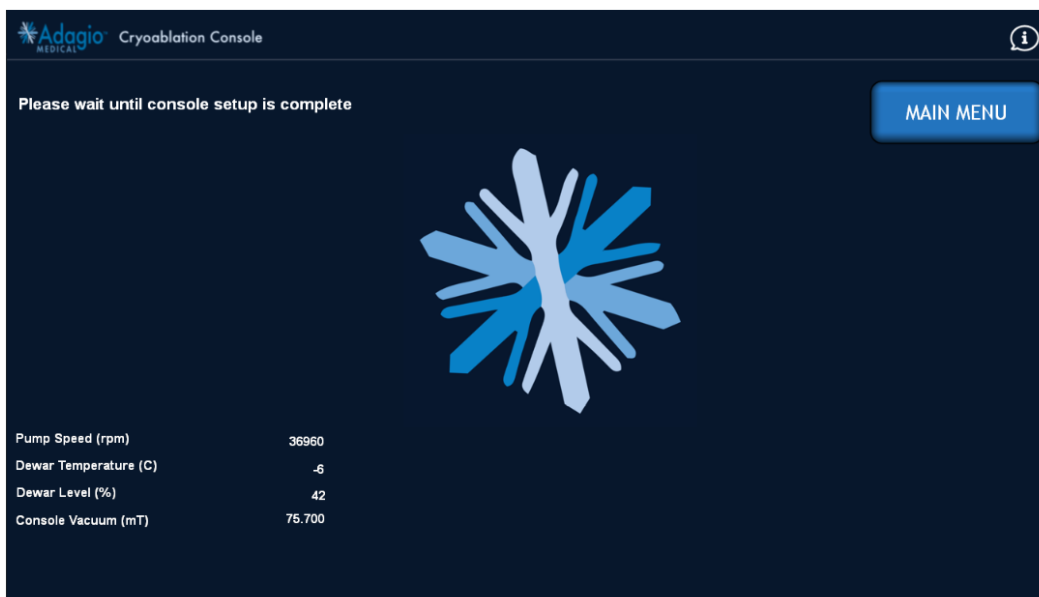

Figure 71 – Écran du test de préparation de la console
4. La console effectue automatiquement le test de préparation de la console (vide), comme illustré à la Figure 71.